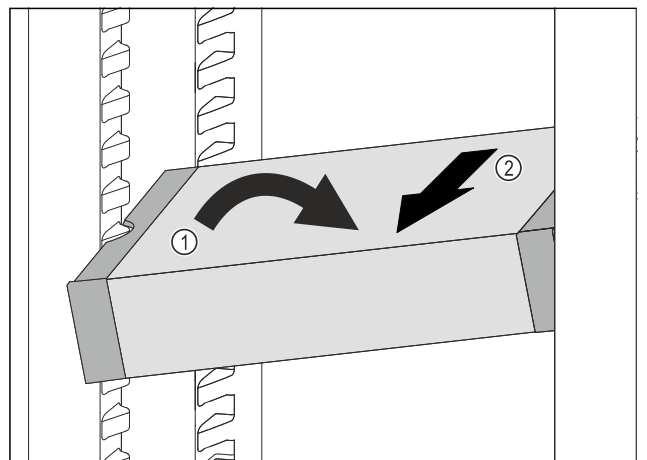

Fig. 102
- Coloque el VarioSafe en el compartimento del frigorífico en posición oblicua. *Fig. 102 (1)*
- Extraiga el VarioSafe hacia delante. *Fig. 102 (2)*